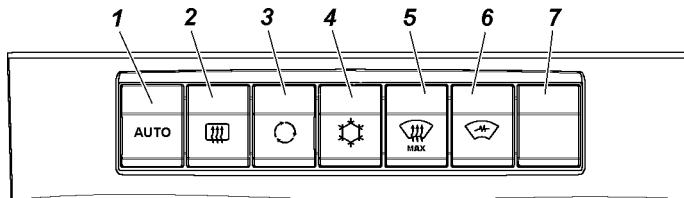

Рис. 3.5. Выключатели приборов (наименование позиций см. в тексте)
**8 -выключатели приборов** (рис. 3.5).
На рис. 3.5 изображены выключатели приборов.